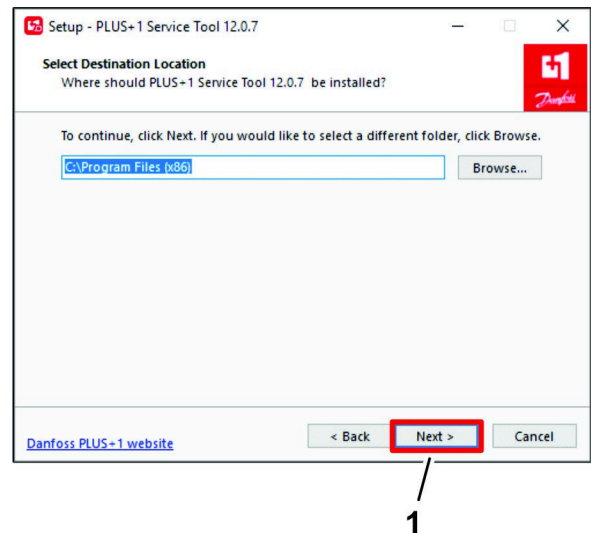

Bild 23
5. Klicken Sie im Dialogfeld „Zielort auswählen“ auf die Taste WEITER (Bild 23).